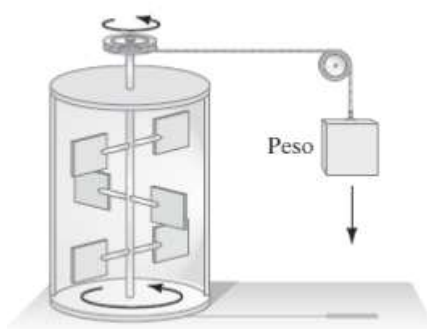

Figura 10.1. Experimento de Joule para determinar el equivalente mecánico de calor
A mediados del siglo XIX varios científicos aceptaron la idea de que el calor estaba relacionado con la transferencia de energía; entre ellos destaca el inglés, James Prescott Joule (1818-1889). En la figura 10.1 se muestra uno de los experimentos de Joule. El peso que cae provoca que la rueda de paletas gire. La fricción entre el agua y las paletas hace que la temperatura del agua se eleve ligeramente. A partir de éste y otros experimentos, Joule determinó que una cantidad dada de trabajo realizado siempre es equivalente a una cantidad de calor. Años siguientes se estableció que 4,186 joules (J) de trabajo son equivalentes a 1 caloría (cal) de calor. Esto se conoce como el **equivalente mecánico del calor**: